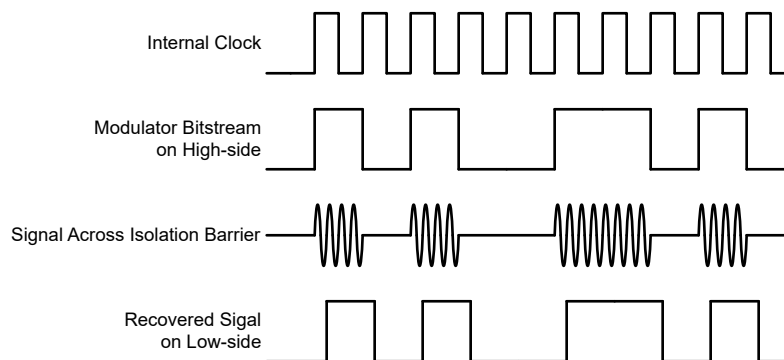

图 7-1. 基于 OOK 的调制方案
如图 7-1 中所示，AMC0x00D 使用开关键控 (OOK) 调制方案跨过基于  $SiO_2$  的隔离栅传输调制器输出位流。发送驱动器 (TX) 如 功能方框图 中所示。TX 跨过隔离栅发送一个内部生成的高频载波来表示数字一。而 TX 不发送信号则表示数字零。AMC0x00D 内使用的载波标称频率为 480MHz。